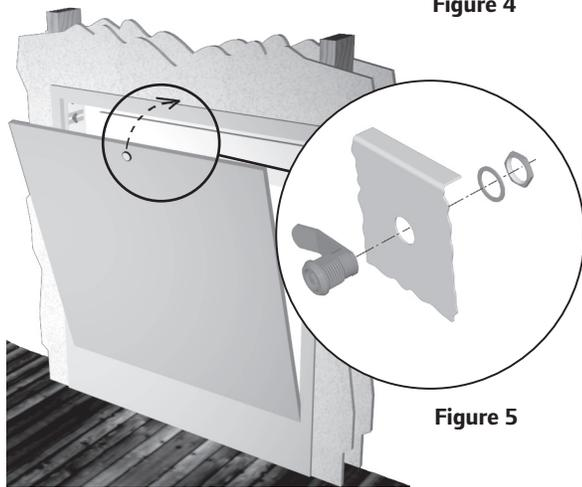

Figure 4
4. Fixez le cadre en serrant les écrous à oreilles (voir **Figure 4**).